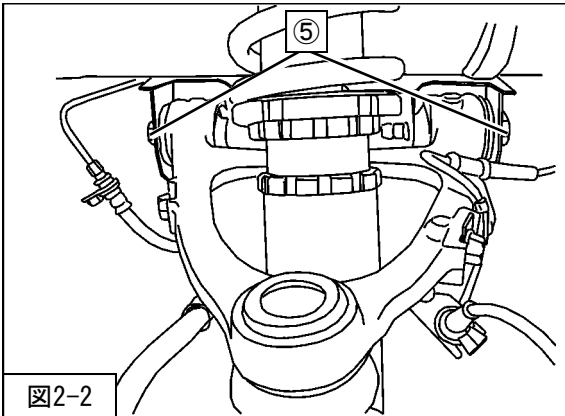

図2-2
3. ⑤アッパーアーム取付ボルト・ナット（締付トルク：53～64N・m）を取付けてください。（図2-2）